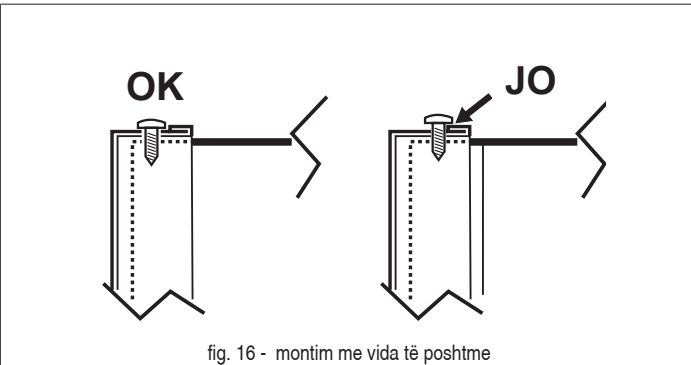

fig. 16 - montim me vida të poshtme
3. Vazhdoni në mënyrë të kundërt për të rimontuar panelin e përparmë. Sigurohuni që të jetë fiksuar siç duhet në panelin e sipërm dhe të mbështetet plotësisht në panelet anësore. Koka e vidës "A", pasi të shtrëngohet, duhet të pozicionohet siç tregohet në "fig. 16 - montim me vida të poshtme").